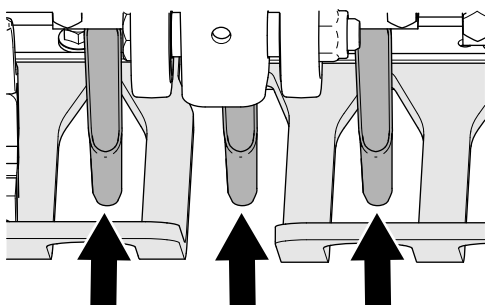

Figura 44
4. Compruebe la alineación de las ranuras de los protectores de césped con los taladros para asegurarse de que están centrados (Figura 44).